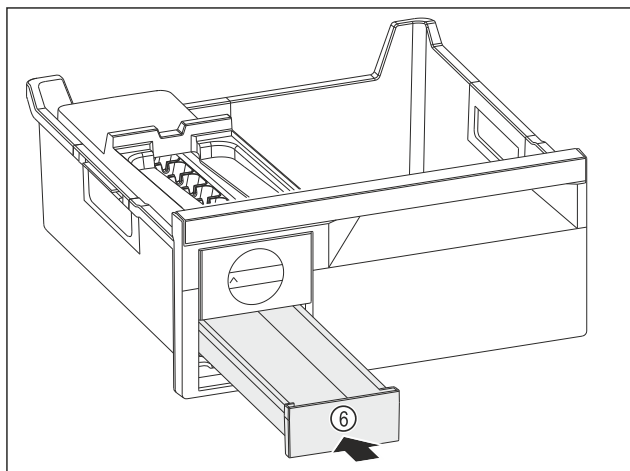

Fig. 96
- Вдвиньте выдвижной ящик для кубиков льда Fig. 96 (6).